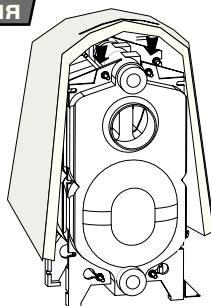

Рис. 7
- A: Начав сверху, оберните изоляционную рогожу около теплообменника котла, причем текстильная сторона рогожи должна быть обращена наружу (рис. 7)